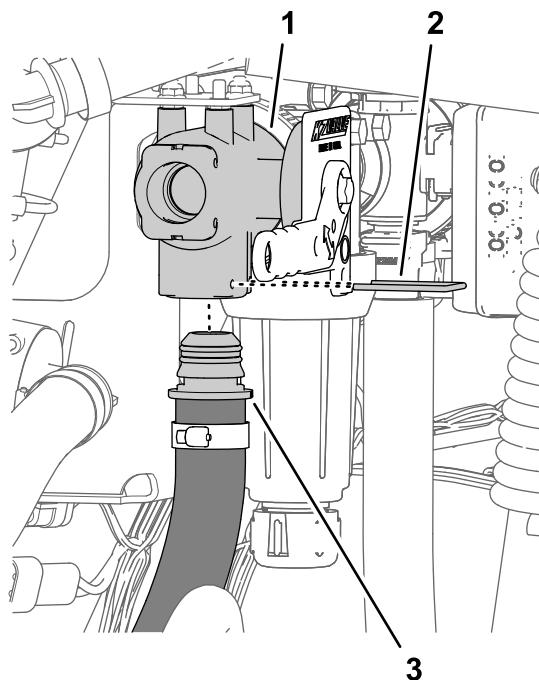

Рисунок 11
- Совместите прямой штуцер типа «елочка» напорного шланга в сборе с нижним отверстием клапана эдуктора и вставьте прямой штуцер до его полной посадки (Рисунок 11).